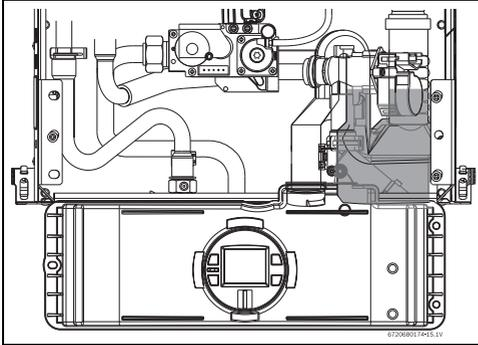

Fig. 51
- ▶ Comprobar el nivel de agua en el depósito de aguas condensados (consultar Fig. 51).